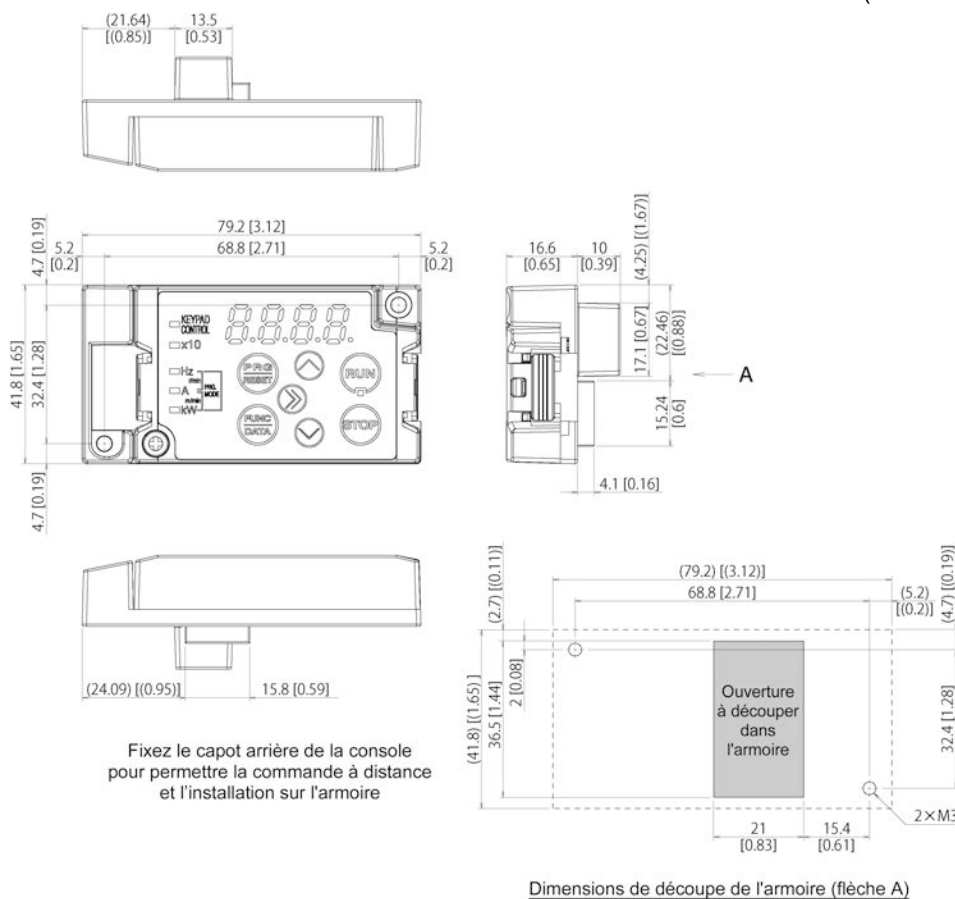

Figure 13.1-6 Emplacements des vis de fixation et dimensions de découpe de l'armoire
- (3) Découpez l'armoire pour fixer la console, comme indiqué sur la Figure 13.1-6.